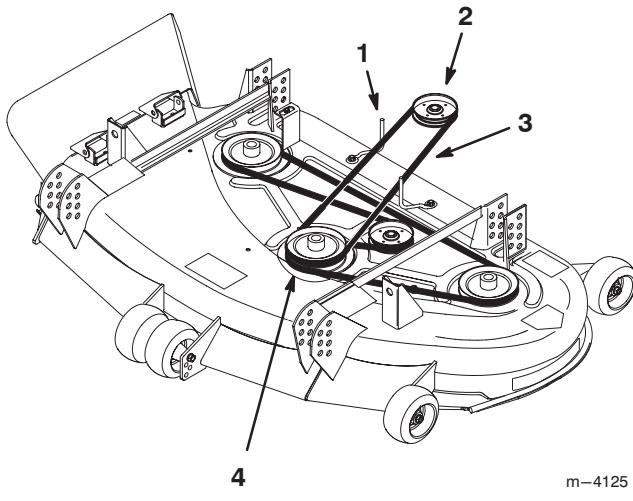

Bild 49
- Entfernen Sie den abgenutzten Treibriemen (Bild 49).
- Montieren Sie den neuen Treibriemen auf der Antriebsscheibe der Zugmaschine und der obersten Rille der mittleren Spindelscheibe (Bild 49).